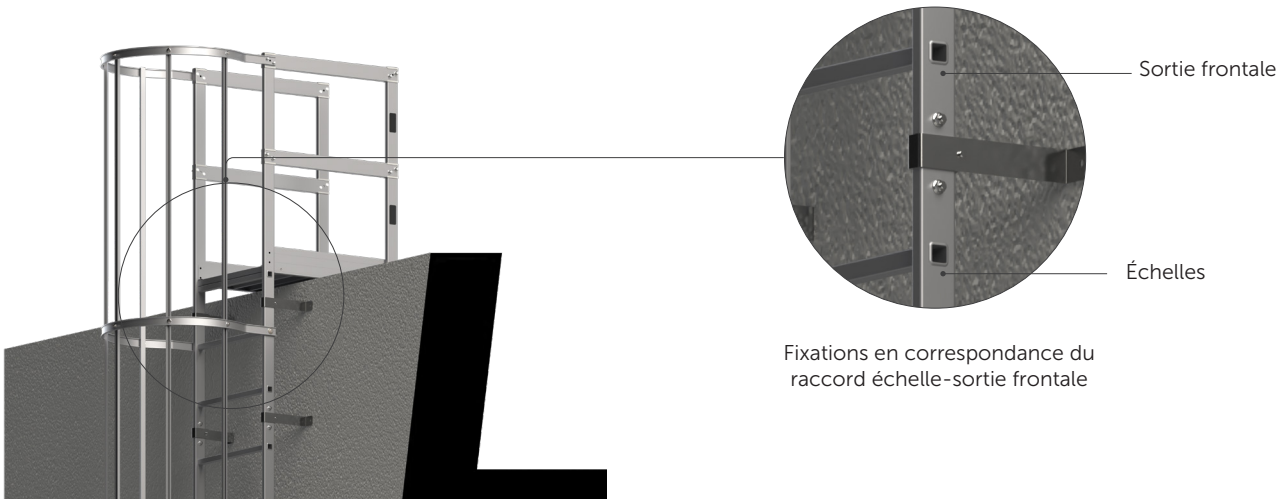

Figure 1
**IMPORTANT :** il est préférable d'installer le kit des pattes de fixation au niveau du raccord échelle-sortie frontale, comme indiqué dans la figure 1. La fixation est réalisée de façon extrêmement rapide, à l'aide d'une seule vis à visser dans un trou fileté.
Pour le montage du kit de raccord entre les barres, il est nécessaire de suivre les passages indiqués dans la **figure 1**. Une fois l'installation terminée, ajouter les bouchons à l'extrémité des barres, comme indiqué dans la **figure 2**.